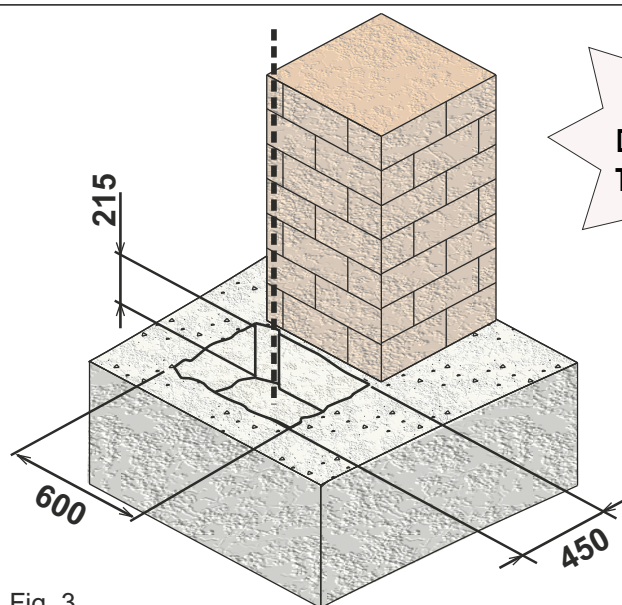

Fig. 3
- 2.1. Selon les mesures indiquées sur la Fig. 3, préparez un emplacement de béton à l'intérieur duquel le caisson de fondation sera mure